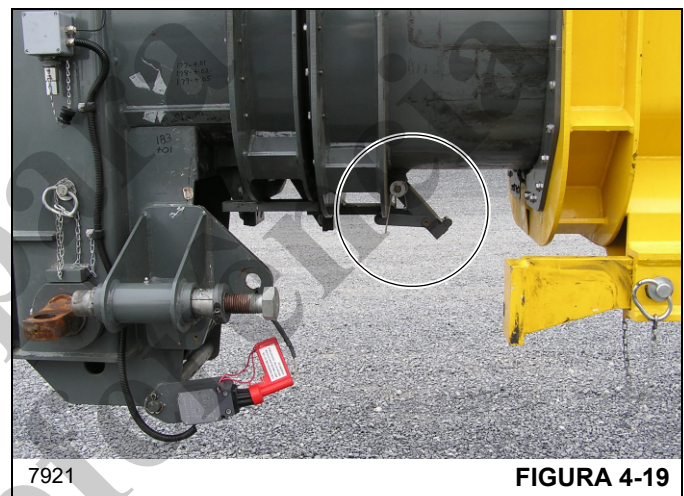

FIGURA 4-19
16. Puxe para baixo a alça para desengatar o calço de parada da extensão da lança acionado por mola (Figura 4-19). Coloque a alça na placa de retenção. Retraia completamente a lança.